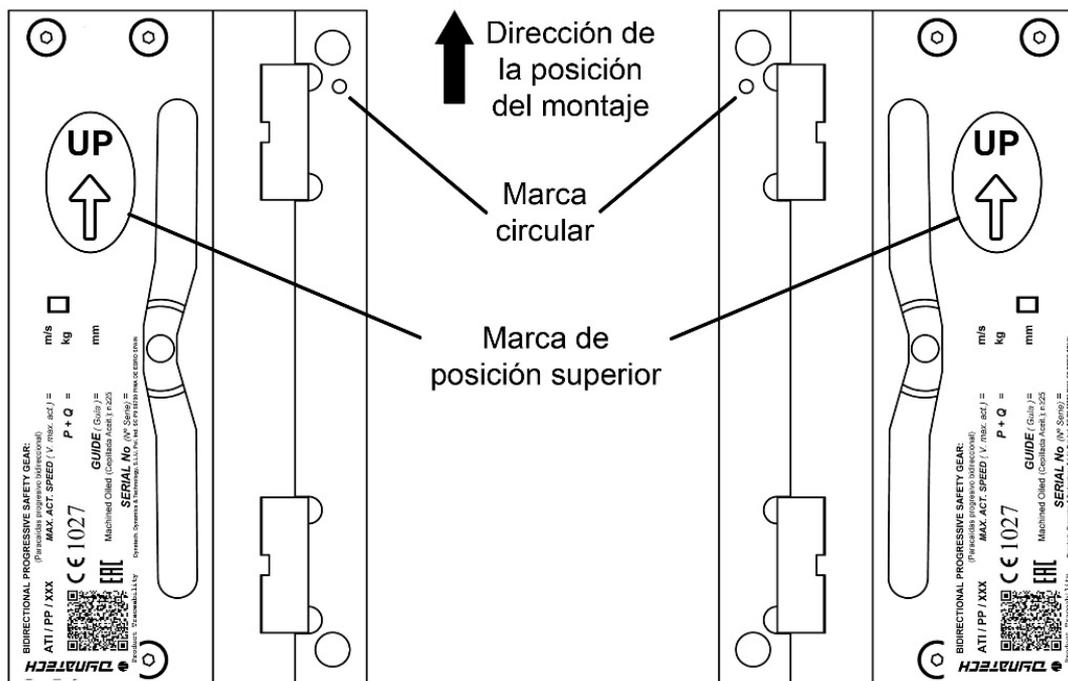

Figura 4: Dirección de la posición del montaje
- La dirección de la posición del montaje de los paracaídas deberá ser como la que se muestra en la Figura 4.